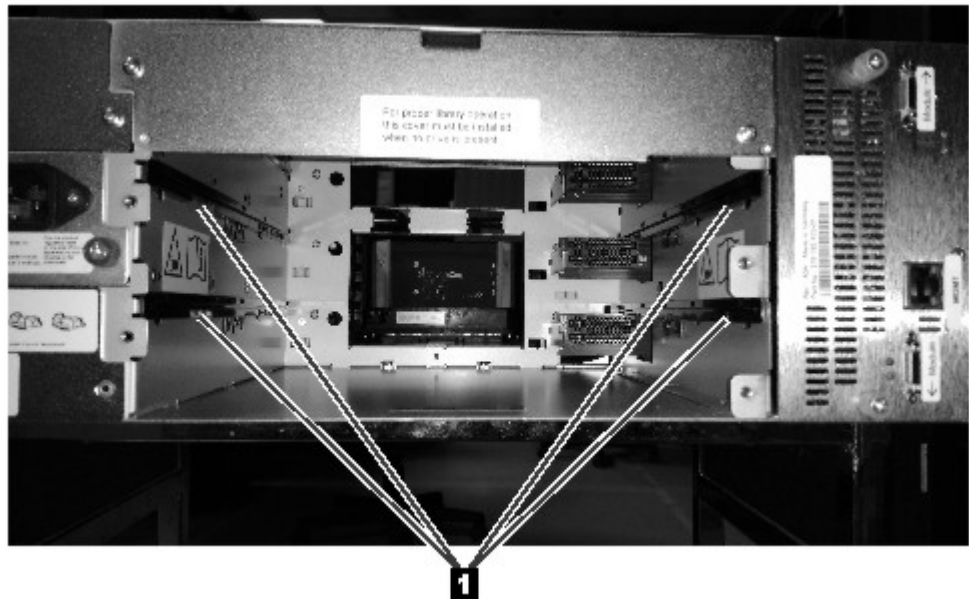

図 59. 位置合わせレール
2. 新しいテープ・ドライブの位置合わせし、ドライブ・アセンブリーを支えながら、位置合わせレール (1 (134 ページの図 59)) に沿ってドライブ・ベイにゆっくり挿入します。テープ・ドライブとライブラリーの背面パネルはぴったり重なる必要があります。